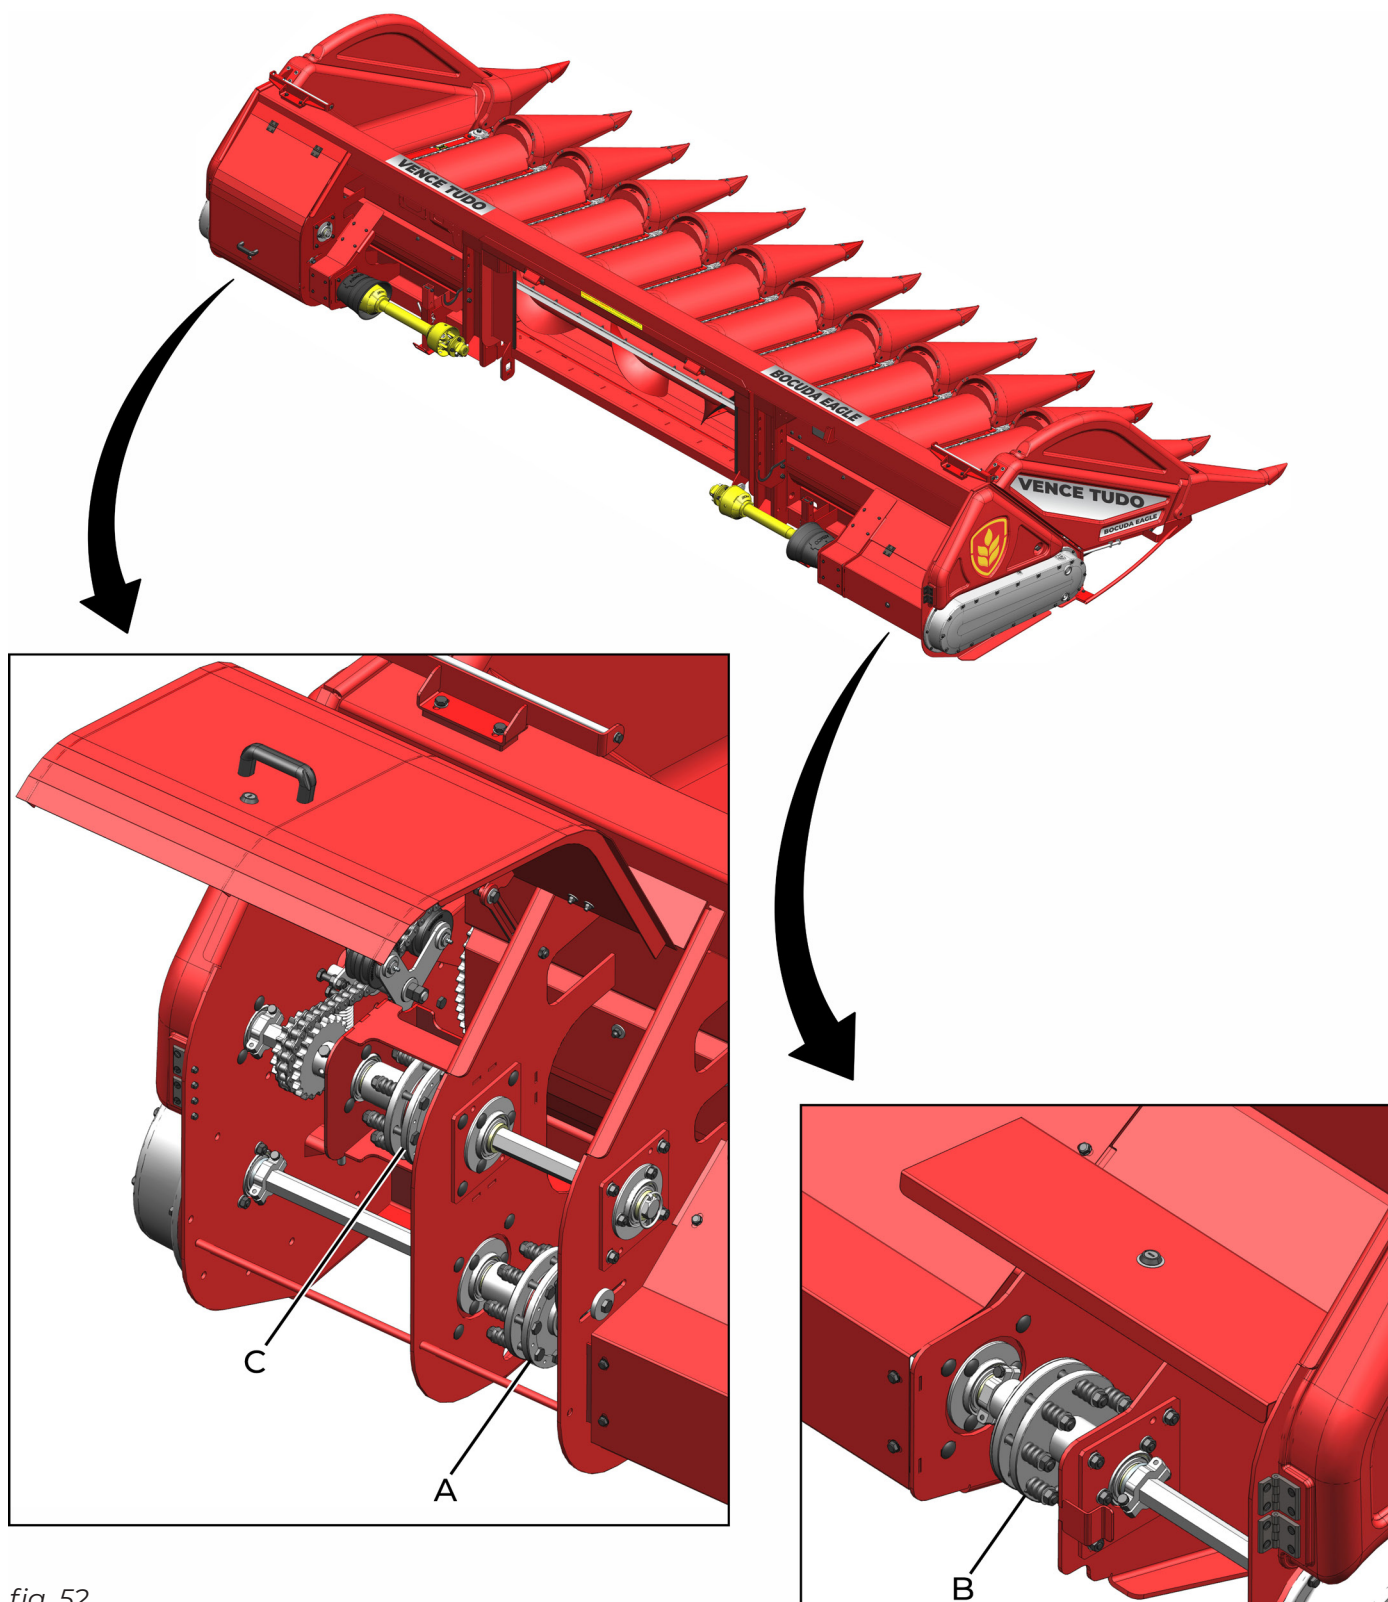

fig. 52
Lo CABEZAL MAIZERO VENCE TUDO, BOCUDA EAGLE, cuenta con un mecanismo de protección del sistema de transmisión: el limitador de torque. En total, se disponen 3 limitadores, uno (A) (fig. 52) para las líneas activadas del lado izquierdo, otro (B) para las líneas activadas por el lado derecho y uno (C) para el sinfín de alimentación.